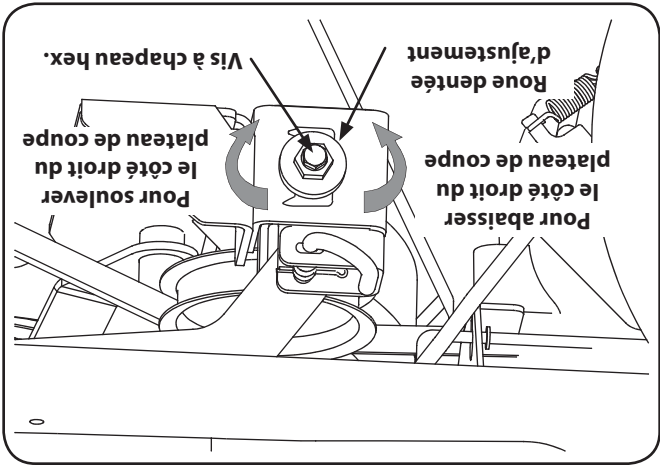

Figure 6-6 (42 po)
6. Desserrez (sans l'enlever) la vis à chapeau hex. du support d'accrochage droit du plateau de coupe. Voir la Figure 6-6.
7. Mettez le plateau de coupe de niveau en utilisant une clé pour tourner la roue de réglage (qui se trouve juste derrière la vis à chapeau hex. que vous venez de desserrer) vers la droite pour abaisser le côté droit du plateau de coupe ou vers la gauche pour le relever. Voir la Figure 6-6.